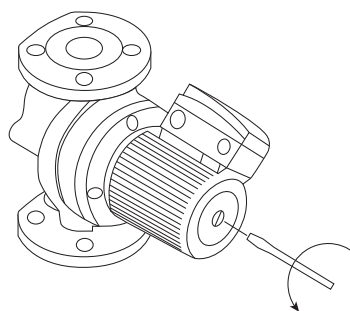

Рисунок 3.
- Для удаления воздуха из насоса выкрутите выпускной винт (рисунок 3);
При правильном монтаже насос не требует обслуживания во время эксплуатации. При длительном перерыве в работе насоса перед очередным запуском необходимо убедиться, что не произошло блокирование вала отложениями извести или другими механическими примесями. При продолжительном простое периодически проворачивайте вал, во избежание его блокировки (отвинтите контрольный винт (рис. 3), с помощью плоской отвертки проверните вал мотора, затем завинтите контрольный винт.
ВНИМАНИЕ! При необходимости вывинчивания контрольного винта (рис. 3) нужно перед этой операцией удостовериться, что выходящая в результате жидкость не нанесет вреда людям или не станет причиной повреждения компонентов насоса.
- выкрутить выпускной винт (рис. 3);